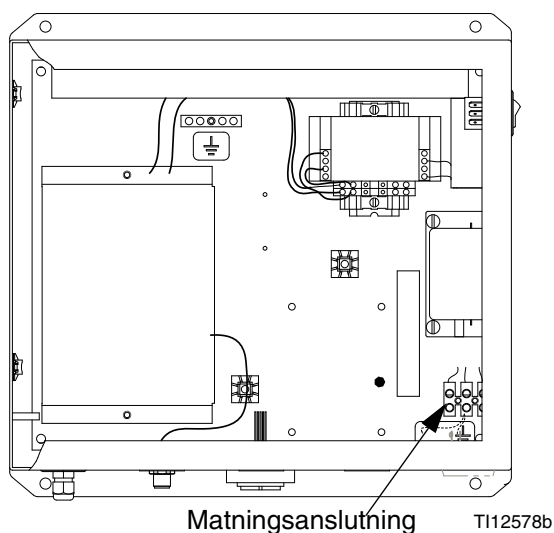

FIG. 12. Huvudströmanslutning
- Se FIG. 12 och **Elschema för systemet** på sidan 32 för L1, N och jordade anslutningar inuti EasyKey.